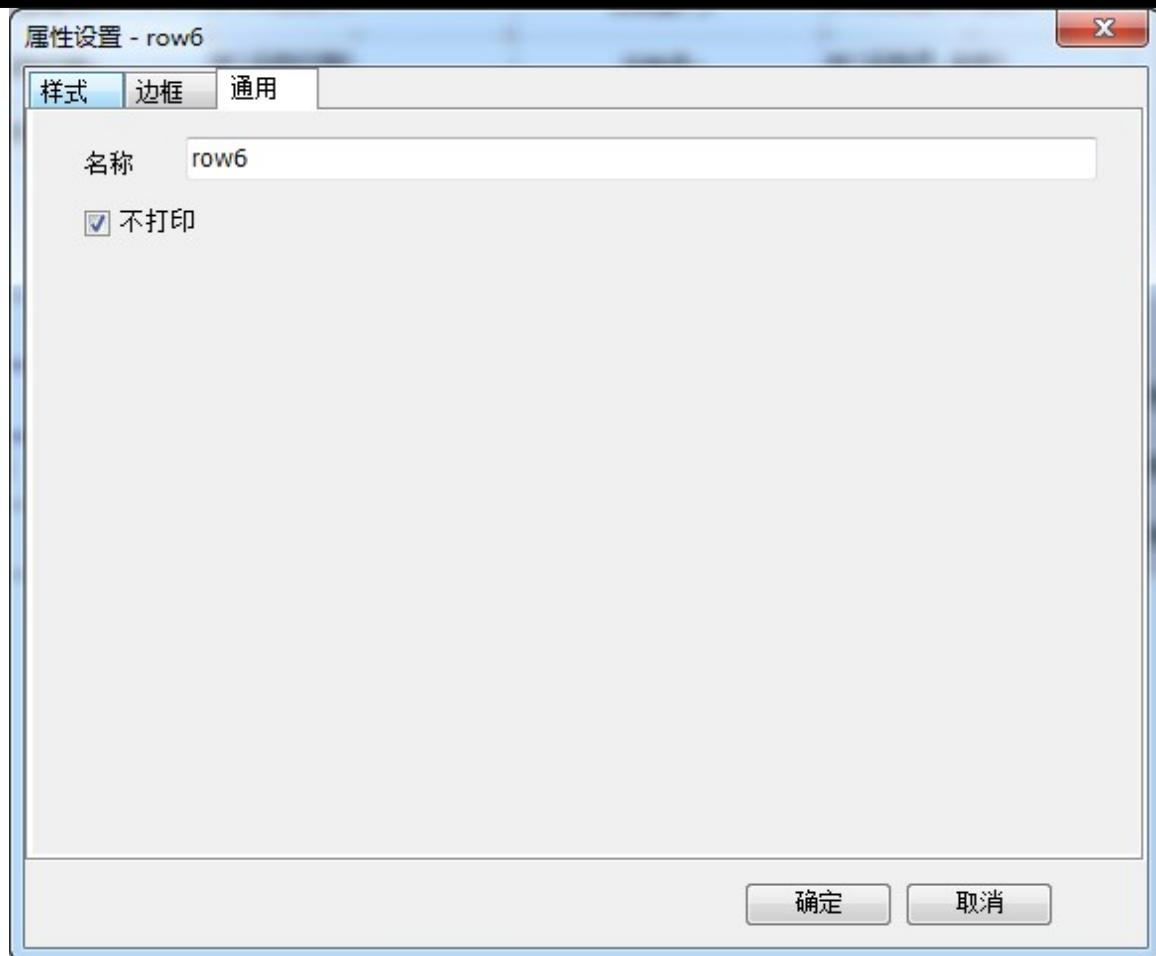

图 6-1-13 分组首行属性设置
13、通过导航树栏选择数据表格第二行，即物料分组首行，点击工具栏属性，在属性界面的通用页签设置为不打印，由于此行没有数据，可以设置为不打印，如图6-1-13所示。